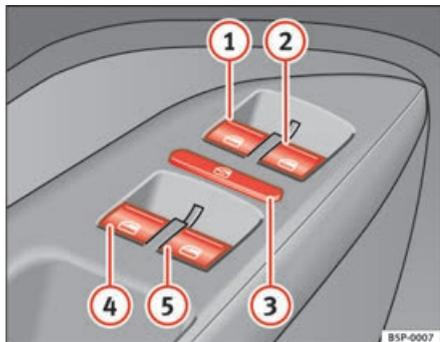

Fig. 69 Détail de la porte du conducteur : commandes d'ouverture et de fermeture des glaces avant et arrière
Les touches ⇒ page 111, fig. 69 ① et ② disposent de deux positions pour l'ouverture des vitres et de deux autres pour leur fermeture. Il est ainsi plus simple de contrôler les processus d'ouverture et de fermeture.